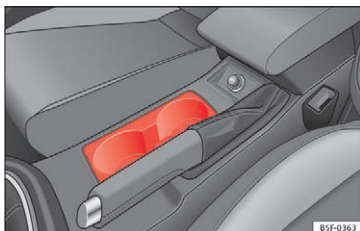

Fig. 155 Midterkonsol: drikkevareholder foran
- Stil drikkevarerne i holderen »» **Fig. 155**. Der er plads til to drikkevarer i holderen. I dørbeklædningerne kan der også opbevares større plastikflasker.